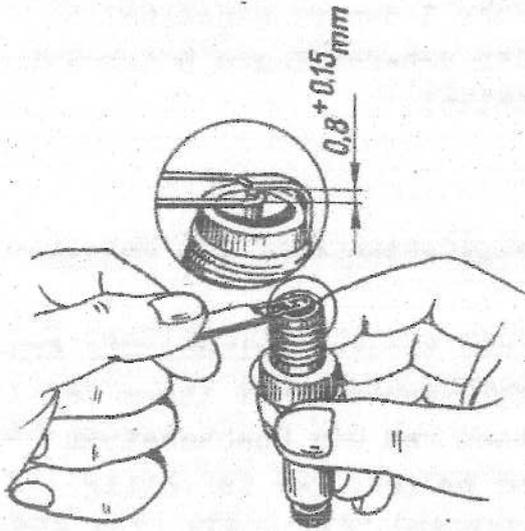

Bild 29. Kontrolle des Kerzen-
2. Die Zündkerzen stets sauberhalten. Der Kerzenelektrodenabstand ist mit Hilfe einer Lehre zu prüfen (Bild 29), dieser soll  $0,8^{+0,15}$  mm betragen. Zum Einstellen darf nur die Seitenelektrode gebogen werden.